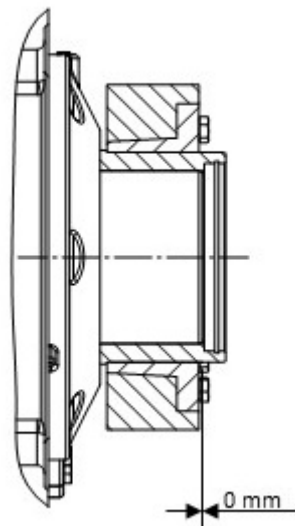

Figura 15: Aro de contracción montado
7. Una vez que los tornillos tensores están correctamente apretados, la superficie frontal del anillo interior por el lado de los tornillos debe estar enrasada con la superficie frontal del anillo exterior. Comprobar ópticamente si el aro de contracción se ha deformado por la tensión (Figura 15).